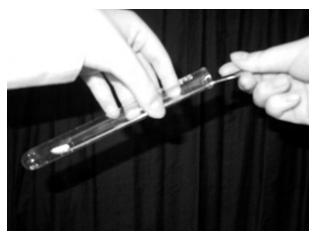

図9 粉末の入れ方
- ウ 粉末薬品の場合は、図9のように粉末をさじに乗せたまま試験管内に入れ、底の方で返す。
② 安全上の注意